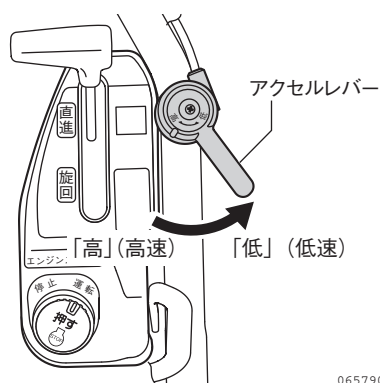

図 2-30 アクセルレバー
2. アクセルレバーを「低」側にします。エンジン回転が下がります。(図 2-30)